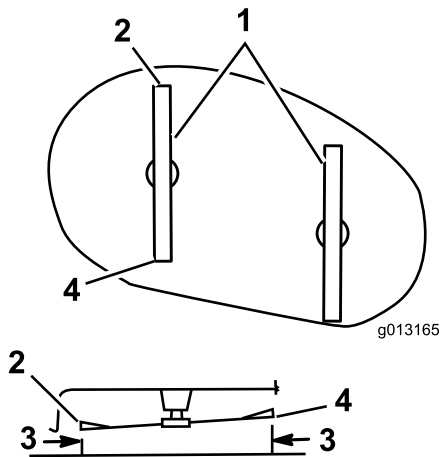

Bild 46
Drehen Sie die Schnittmesser vorsichtig von vorne nach hinten (Bild 46).
7. Messen Sie den Abstand zwischen der vorderen Spitze des linken Messers und der flachen Oberfläche (Bild 46).